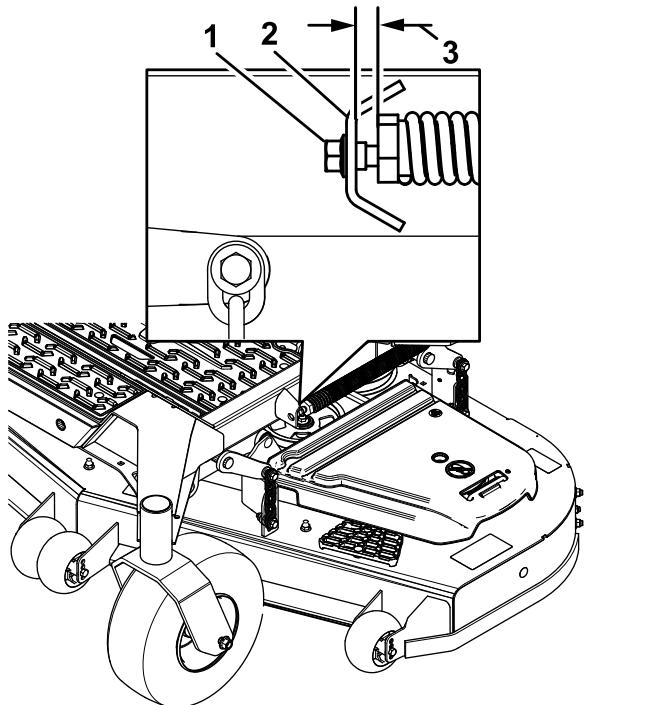

Figura 100
10. Desserrez lentement la vis de réglage sur le ressort d'aide au levage jusqu'à ce que vous puissiez enlever la vis (Figura 100).